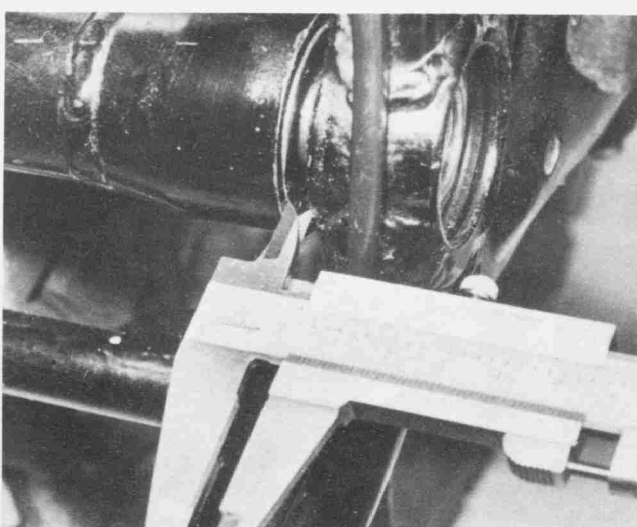

Bild 173
- Schwinge an Einbaustelle am Rahmen abstützen und die Schwingenlagerzapfen fingerfest eindrehen. Darauf achten, dass der Abstand zwischen den Schwingenlager-Gehäusen und dem Rahmen auf beiden Seiten gleich ist. Um dies zu erreichen müssen erforderlichenfalls die Lagerzapfen aus- und wieder eingedreht werden (Bild 173).